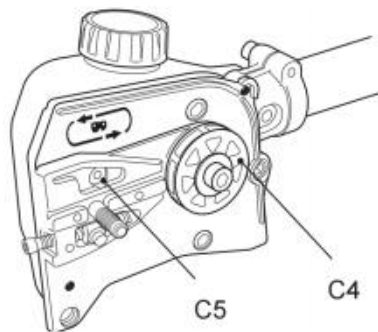

Fig. 70
2. Sprawdź otwór smarowania (C5) pod kątem zatkania i w razie potrzeby wyczyść go, aby zapewnić prawidłowe smarowanie prowadnicy i łańcucha piły podczas pracy. Użyj miękkiego drutu, wystarczająco małego, aby włożyć go do otworu odprowadzającego olej (rys. 70).